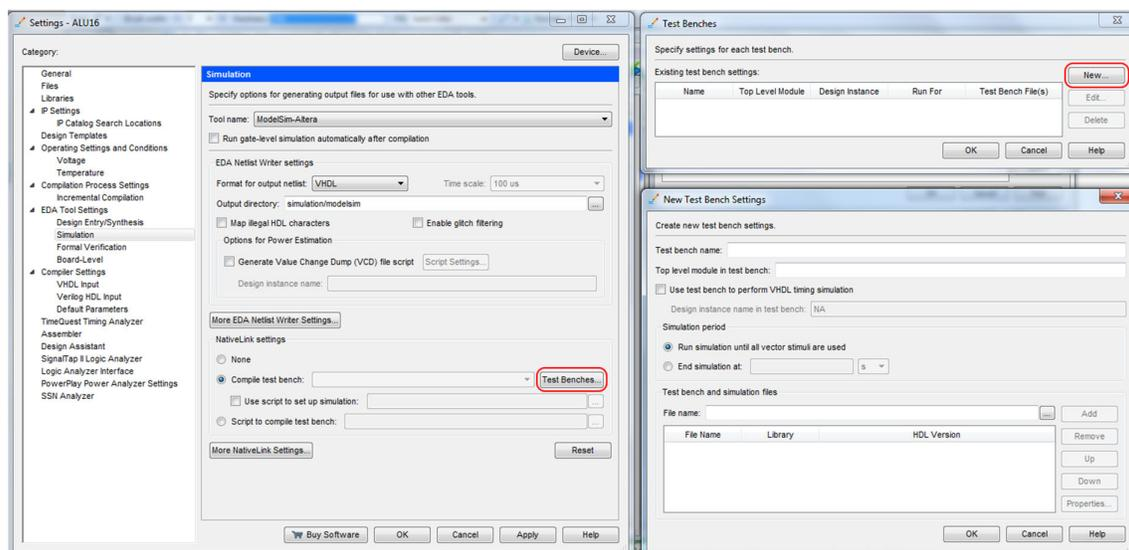

Figura 12 – Passos de configuração da *testbench* a usar na simulação temporal da ALU de 16 bits.
- Especifique as opções de simulação através do menu “Assignments → Settings...” (que deverá abrir a janela da esquerda da Figura 12).
- Nas opções “NativeLink Settings” ative “Compile test bench:” e clique no botão “Test Benches...” (Figura 12).
- Voltando à janela anterior (Figura 12, janela da esquerda) selecione “More EDA Netlist Writer Settings”. Aparecem várias opções. Escolha “off” em “Generate functional simulation netlist”.
- Após configuração, as três janelas da Figura 12 devem apresentar o aspeto das Figuras 13 a 15.